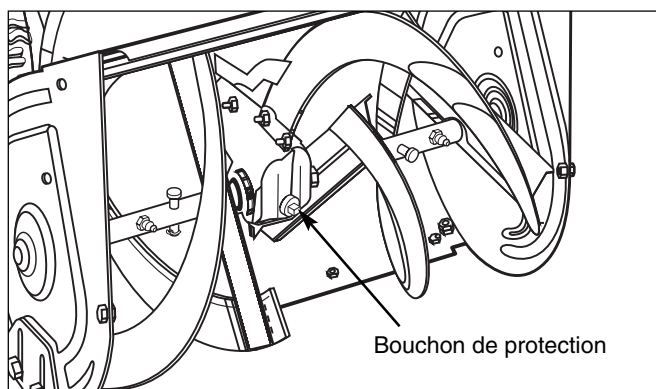

Figure 8. Lubrification de la vis
2. Enlevez le bouchon de protection (A, figure 8).